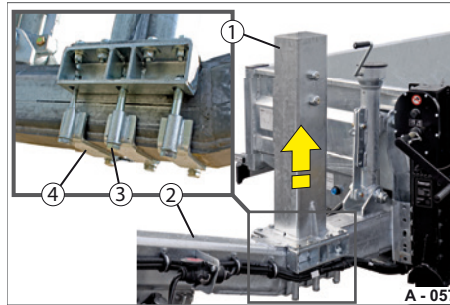

Abb. 61 Ständer demontieren
- ▶ Lösen Sie die Verschraubung (Abb. 61/3) an der Zugdeichsel (Abb. 61/2) - halten Sie die Klammer (Abb. 61/4) fest.
- ▶ Heben Sie den Ständer (Abb. 61/1) von der Zugdeichsel.